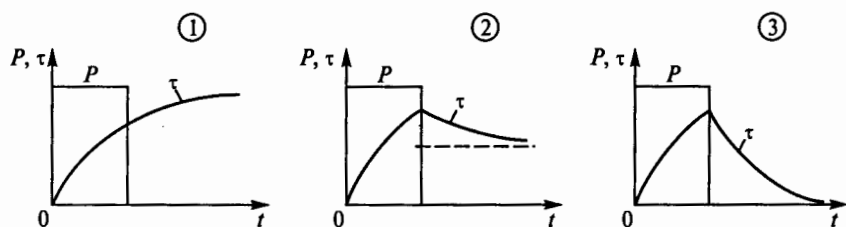

Рис. 256
**11.13.** Какой из трех графиков на рис. 256 соответствует кратковременному режиму работы двигателя?